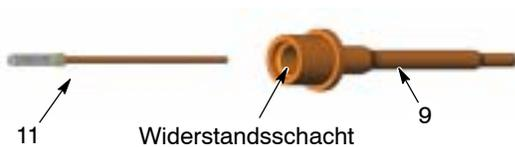

Abb. 6 Widerstand vom Halter abnehmen
9. Siehe Abbildung 6. Den Widerstand (11) vom Widerstandshalter (9) abnehmen.
1. Siehe Abbildung 6. Etwa 0,60 ccm nicht leitendes Fett in den Widerstandsschacht drücken.
2. Den Widerstand (11) in den Widerstandshalter (9) schieben, bis er anliegt, dann den Widerstandsschacht mit etwa 0,8 ccm nicht leitendem Fett füllen.